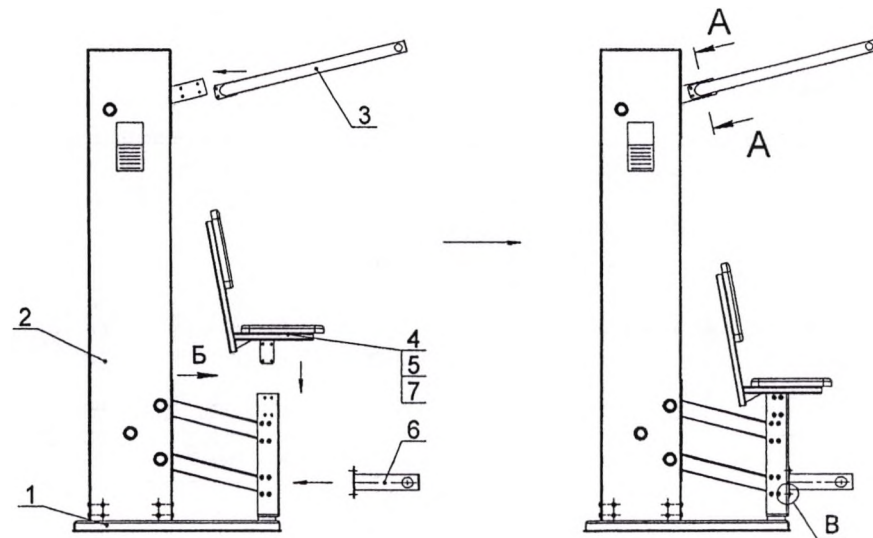

Рис.5
10.3.3 Произвести сборку тренажера (рис.5. 8):